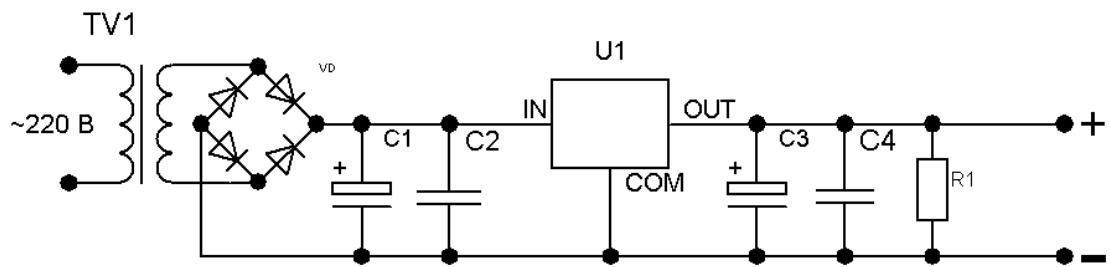
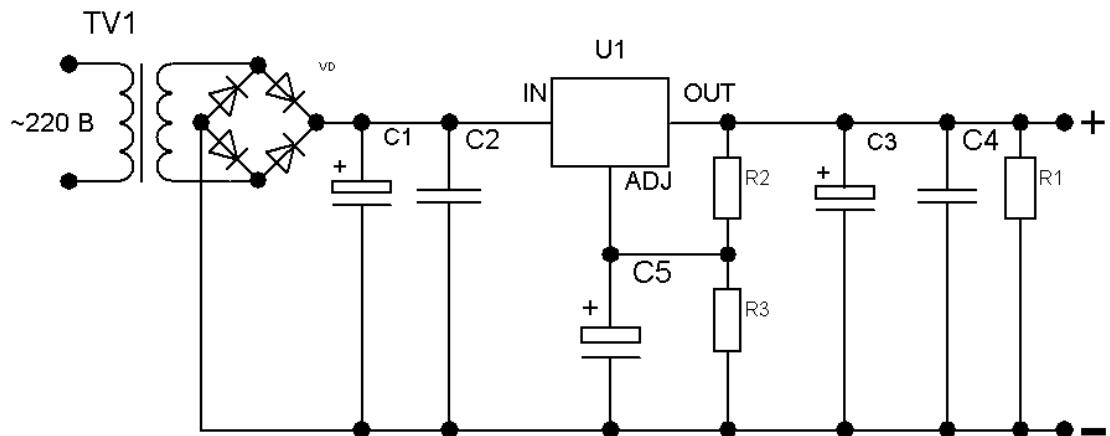

Рис.6
Рис.7
В цепи обратной связи всех стабилизаторов марки LT1083CP, используемых в данном блоке питания, установлены высококачественные конденсаторы Elna Silmic II емкостью 10 мкФ на 35 В (C5 на рис.6).
3.U1 – микросхема стабилизатора: на рис.6 изображена микросхема, обеспечивающая фиксированное значение стабилизированного напряжения на выходе устройства без дополнительных сопротивлений, а на рис.7 – с дополнительными сопротивлениями R2 и R3. Преимущество схемы на рис.7 в возможности установки дополнительного конденсатора С5, обеспечивающего дополнительное подавление пульсаций. Номиналы R2, R3, С5 выбираются согласно спецификации на конкретную микросхему стабилизатора.